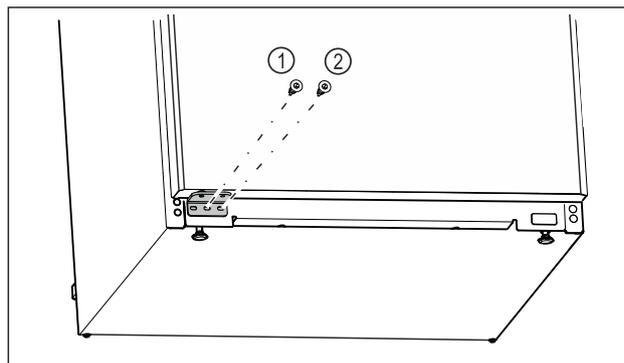

Fig. 21
- ▶ Stringere la vite centrale del blocco di supporto Fig. 21 (1) con un cacciavite Torx 20.
- ▶ Stringere la vite interna del blocco di supporto Fig. 21 (2) con un cacciavite Torx 20.